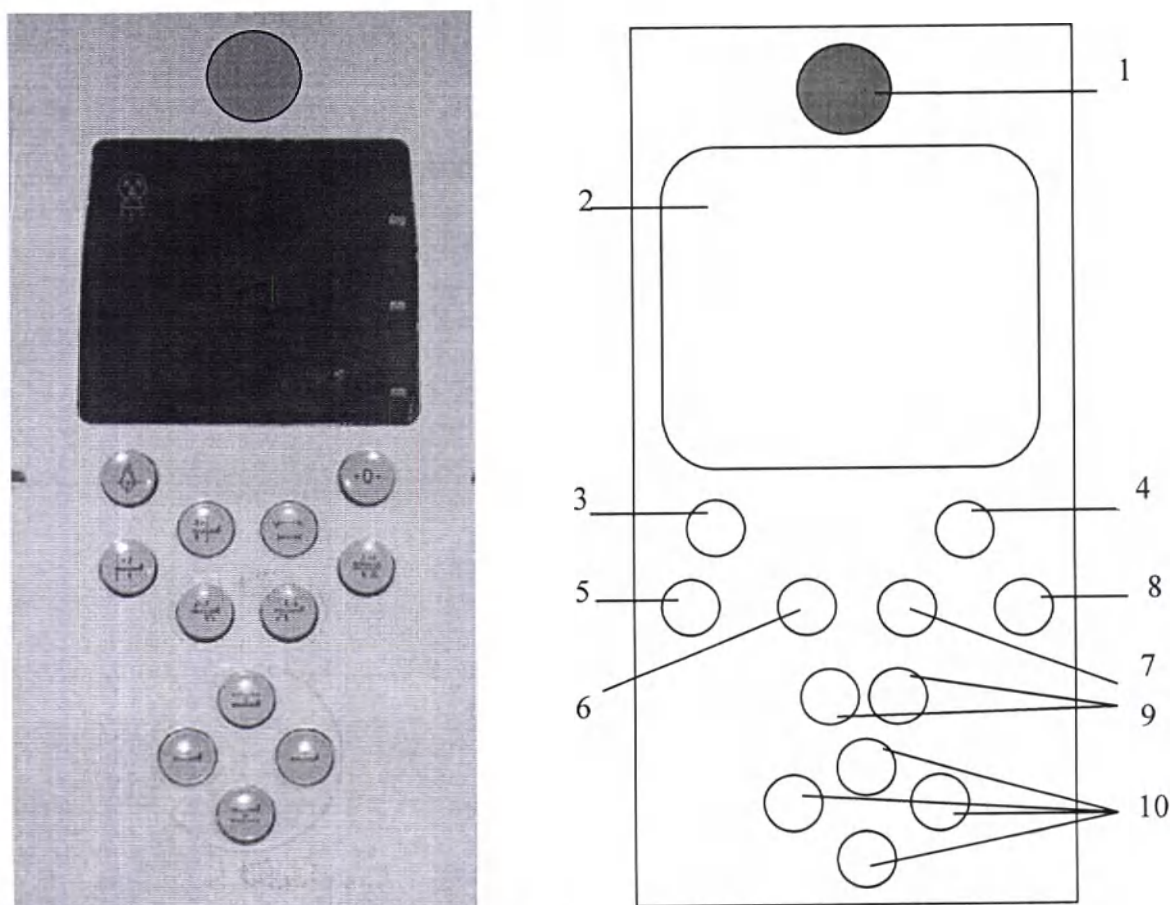

Рисунок 3.2 – Внешний вид Панели управления на гантри КТР, исполнения 1
- конструкция и внешний вид Панели управления, которая установлена на гантри КТР, варианта исполнения 1: рисунок 3.2;